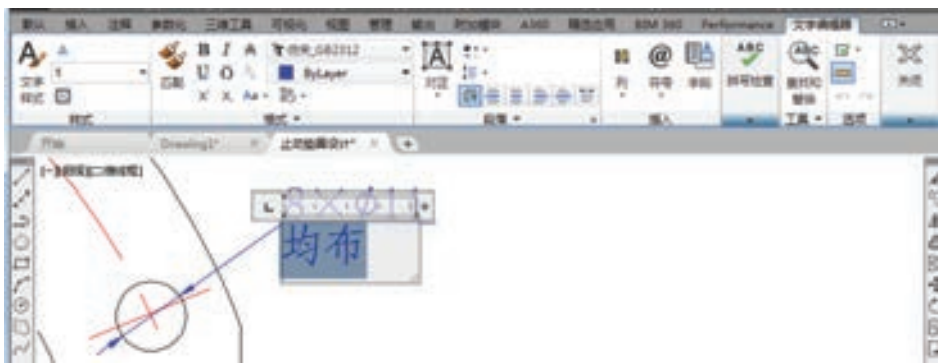

图 8-21 文字标注
3) 单击“绘图”工具栏中的“多行文字”按钮 ，弹出多行文字编辑器，标注文字“均布”，如图 8-21 所示。